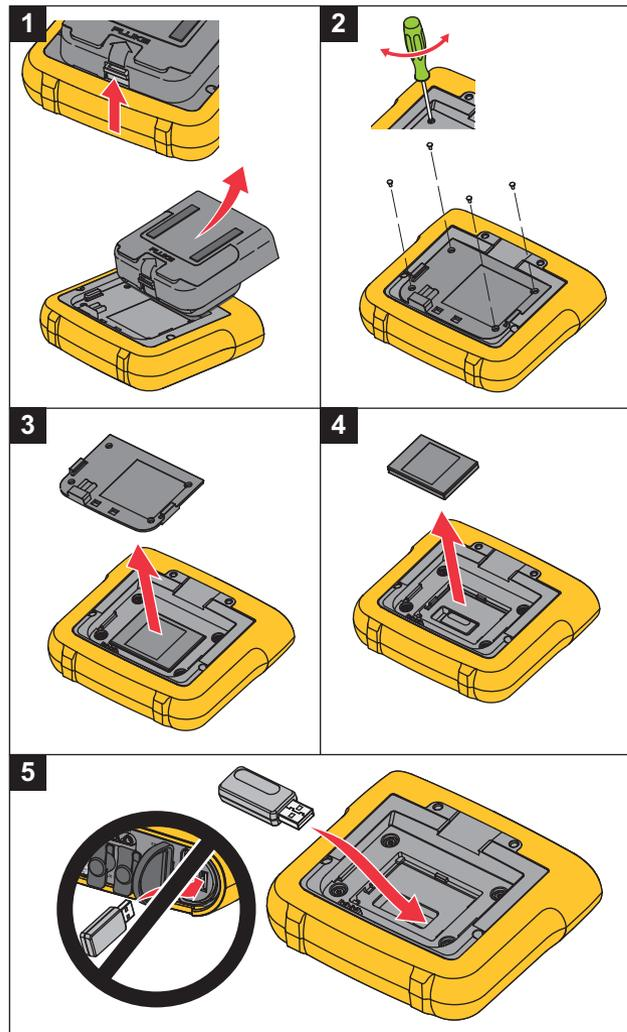

Figura 1. Instalación del adaptador
1. Retire la fuente de alimentación. Consulte la Figura 1.